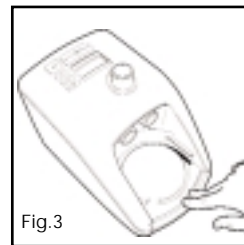
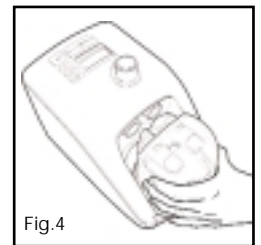

Fig.3
Fig.4
6. Para fijar la cámara de agua al aparato serie HC600, presione la protección con los dedos y deslice la cámara sobre el plato calentador (Fig. 3 y Fig. 4).